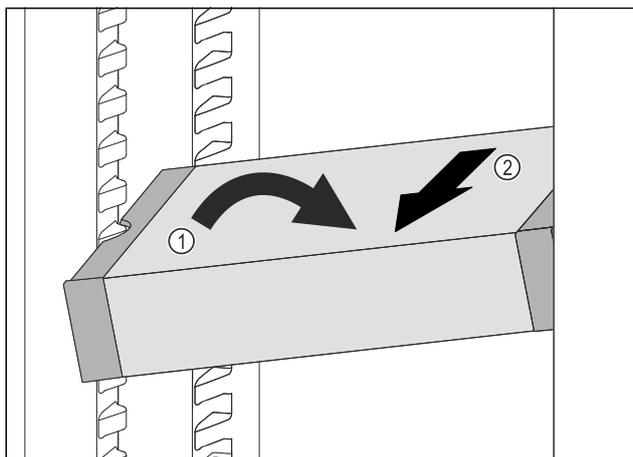

Fig. 109
- ▶ 在冷藏区中倾斜 VarioSafe。 Fig. 109 (1)
- ▶ 向前取出 VarioSafe。 Fig. 109 (2)